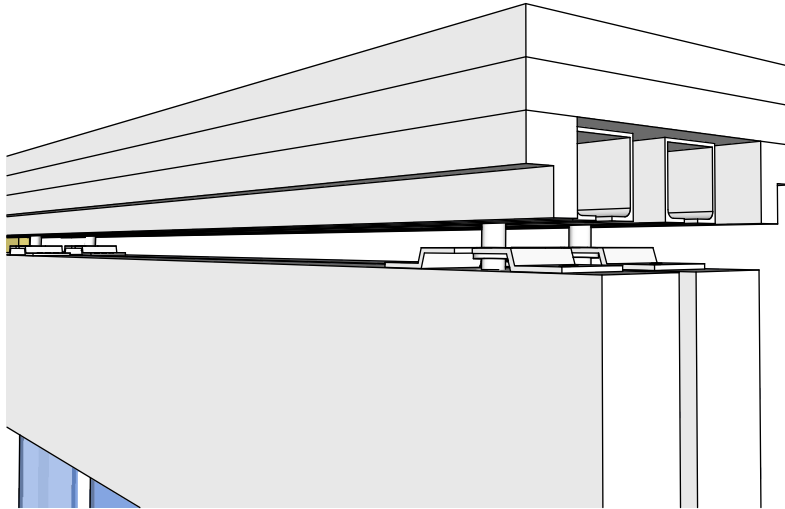

Рисунок 22
9. Монтаж дверного полотна (Рис. 22).